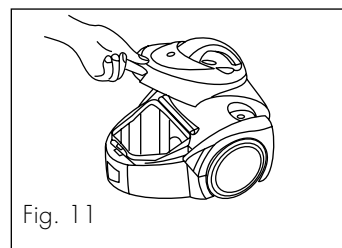
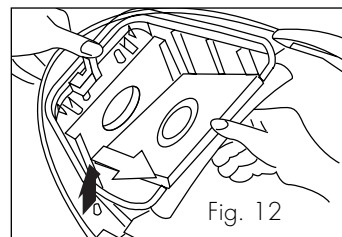

Fig. 11
Fig. 12
Pour remplacer le sac, appuyer sur le bouton qui permet d'ouvrir le logement porte-sac (P) et soulever le couvercle (Fig. 11). Extraire délicatement le sac en appuyant sur le levier de fixation correspondant tout en poussant le sac légèrement en arrière, ce qui facilite les opérations (Fig. 12).